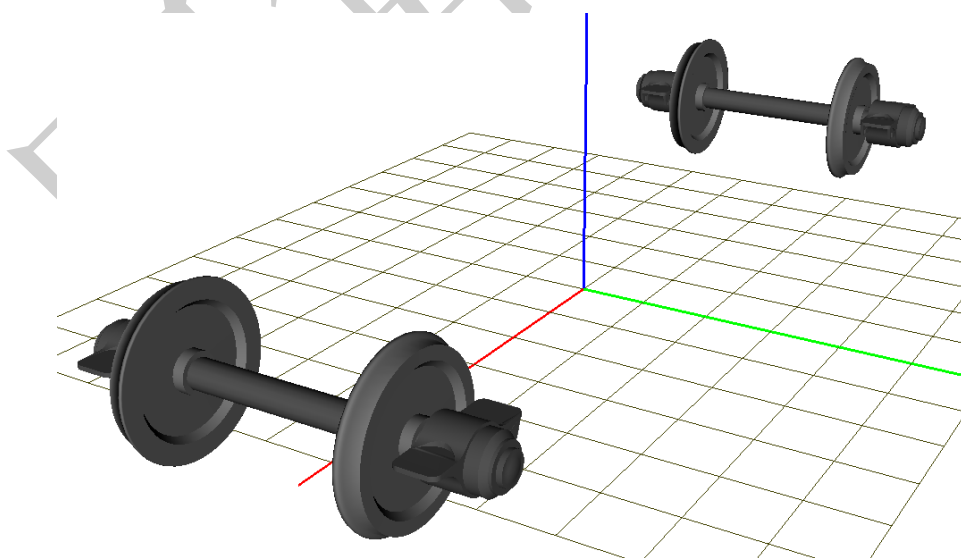

图 2.17
3. 用同样的方法创建后轮对的两个轴箱 **Axle-box LR** 和 **Axle-box RR** 以及其相对后轮对的转动铰，最后效果如图 2.17 如所示。